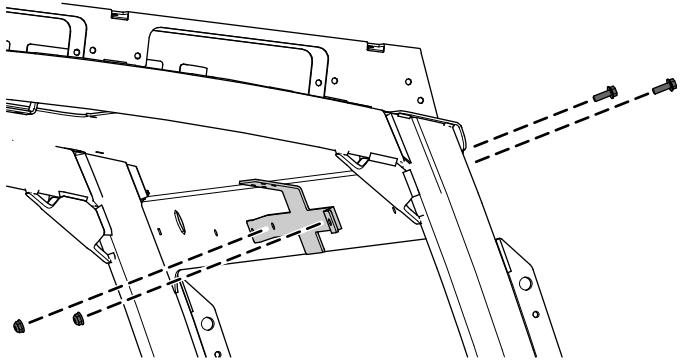

Figure 5
2. Fixez le support du rétroviseur sur l'abri à l'aide de 2 boulons à embase ($\frac{1}{4}$ " x $\frac{3}{4}$ ") et 2 contre-écrous ($\frac{1}{4}$ "), comme montré à la Figure 5.